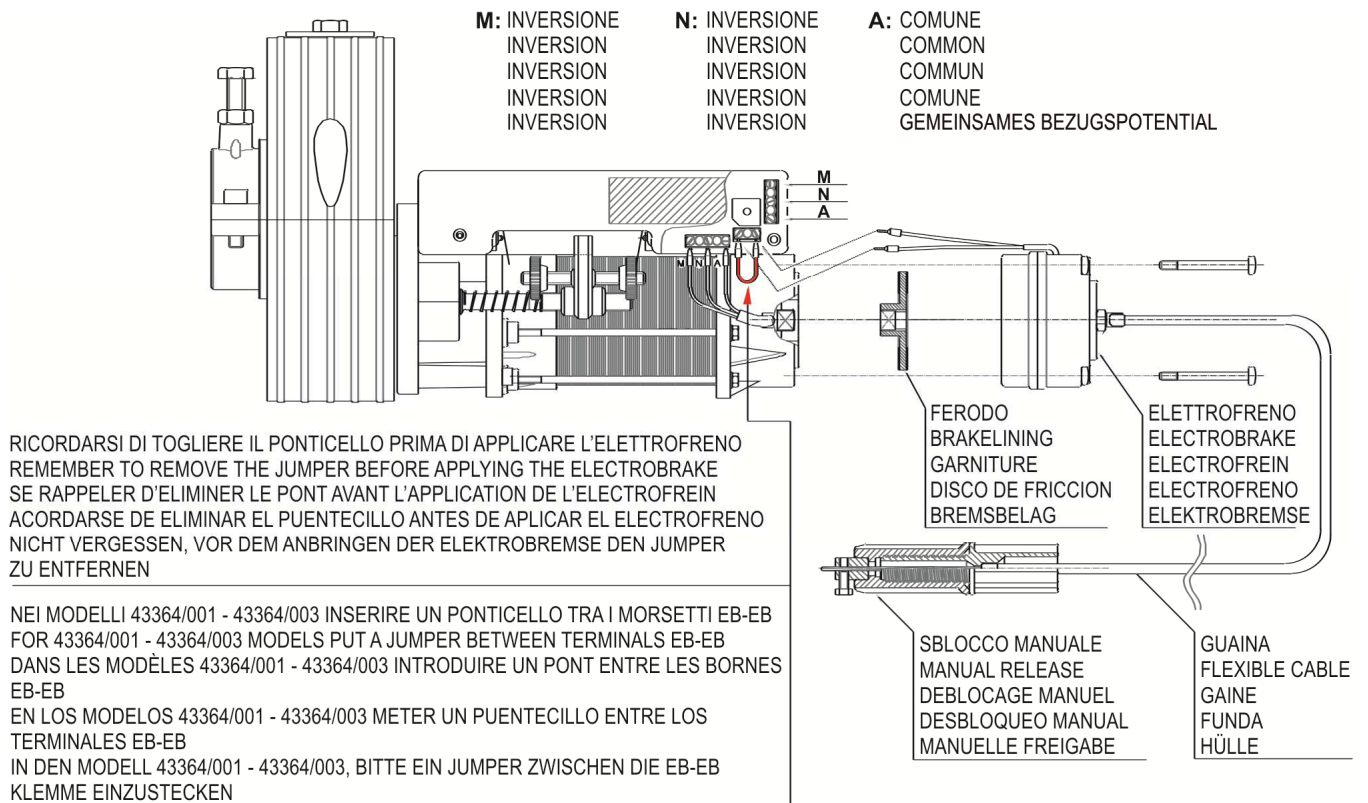

FIG. 2
- 15) Realizar las conexiones eléctricas ilustradas en la **FIG. 2** haciendo pasar el cable de 4x1 mm² por el eje de la persiana, evitando todo contacto con las partes giratorias.
- 15)** Die in **ABB. 2** dargestellten elektrischen Anschlüsse herstellen, indem das im Kabel mit 4x1 mm² in das Innere der Achse der Jalousie eingeführt und dabei jeglicher Kontakt mit den drehenden Teilen vermieden wird.